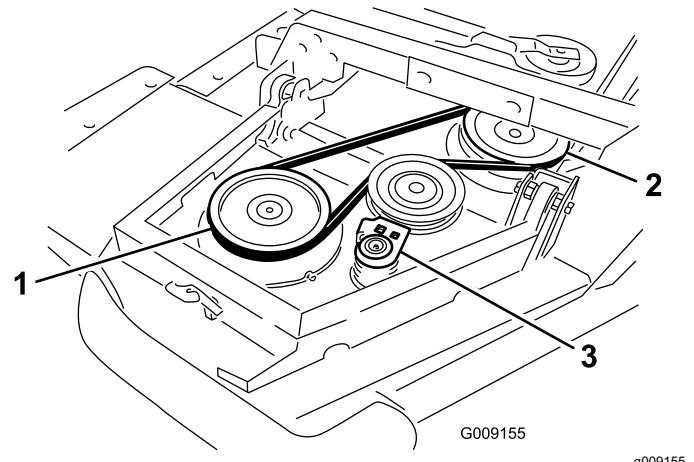

**Figure 4**
4. Placez les boulons d'arrêt avant et arrière dans les trous supérieurs et les excentriques (Figure 4).